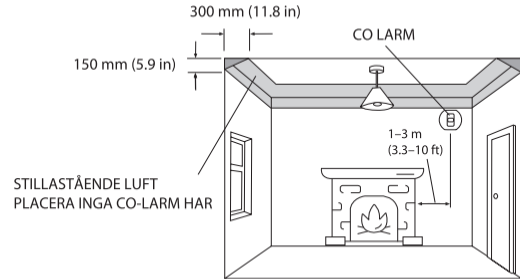

Bild 1: Installation i ett rum med förbränningsanordning
1. Installera ett CO-larm i ett rum med en förbränningsanordning (se Bild 1):